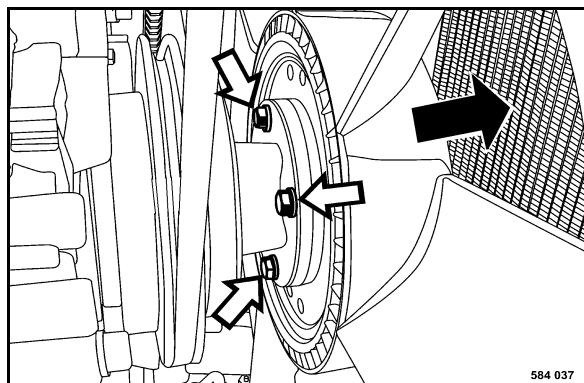

Fig. 138
- Dévisser les vis de fixation (Fig. 138) et pousser le ventilateur vers l'avant.